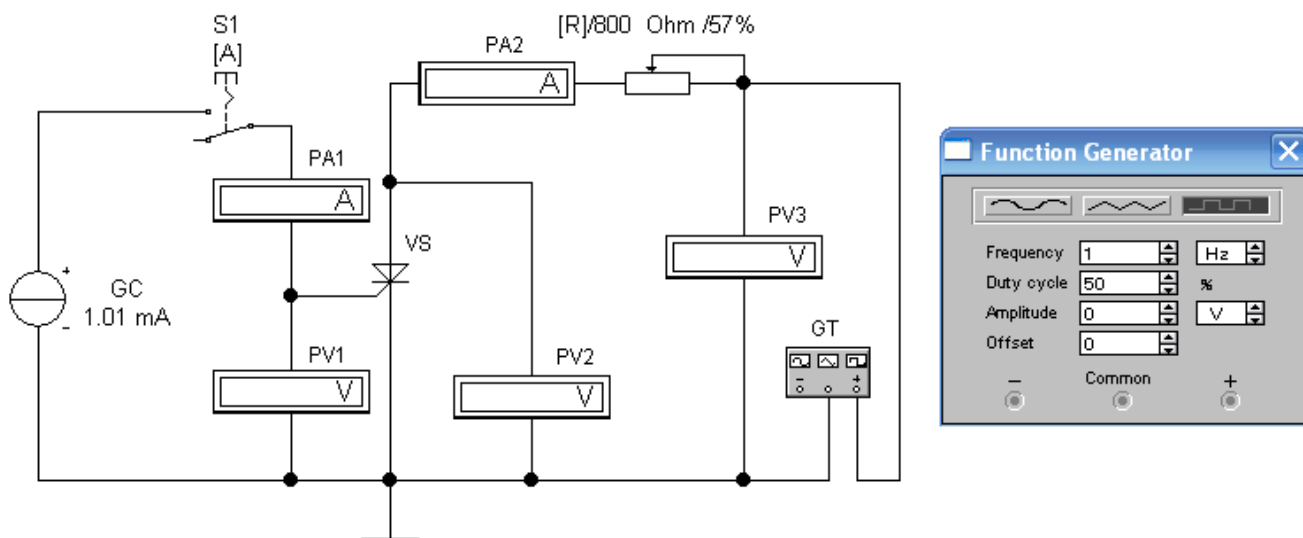

Figura 3 - Circuitul de ridicare a caracteristicilor de ieșire adică $I_c = f(U_{c-e})/I_b = \text{const.}$
2.1 Cercetarea metodei de blocare a tiristorului prin micșorarea curentului anodic. Deschideți fișierul „tir_tir_02.ewb”, pe ecran apare circuitul din figura 3.